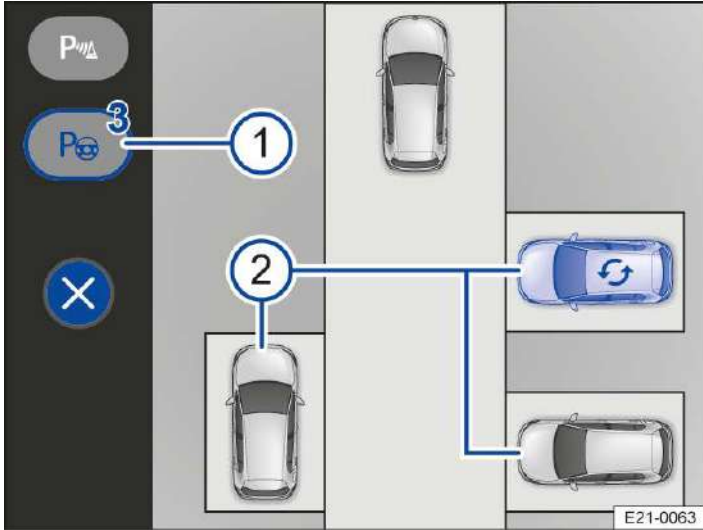

Abb. 1 Infotainment-System: Parklücke auswählen (Prinzipdarstellung).
→ Abb. 1 **1**.
3. Park Assist wählt eine bevorzugte Parklücke aus und zeigt eine blaue Fahrzeuggrafik an → Abb. 1.